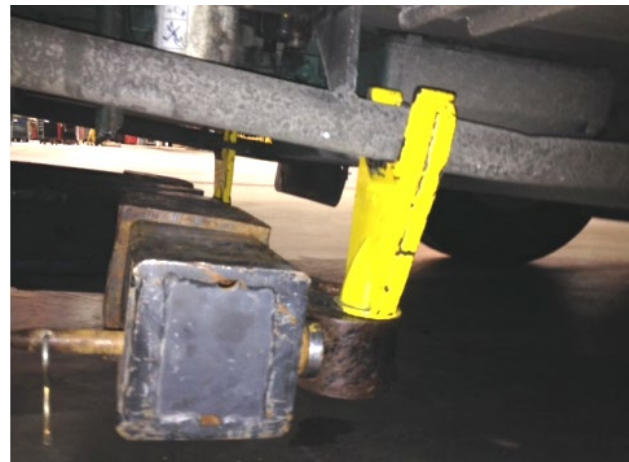

FIGURE 61: EMBLACEMENT RECOMMANDÉ POUR LE LEVAGE PAR LES LONGERONS.
Placer les fourchettes en position transversale c'est à dire perpendiculaire aux longerons (Figure 61).
6. Lever la barre de remorquage jusqu'à ce que les fourchettes saisissent le longeron (Figure 61).